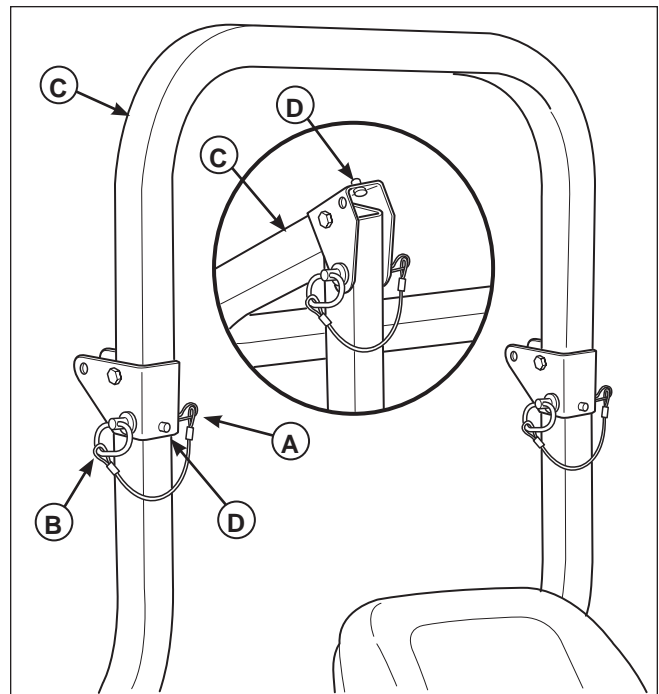

Figure 11. Montée et abaissement de l'arceau de sécurité
1. Sortir les goupilles en épingles à cheveux (A, figure 11) des goupilles de retenue (B).
2. Pousser ou tirer le haut de l'arceau de sécurité (C) vers l'avant contre les butées en caoutchouc (D) et retirer les goupilles de retenue (B).
3. Abaisser l'arceau de sécurité et remonter les goupilles de retenue et les goupilles en épingles à cheveux pour fixer l'arceau de sécurité en position abaissée (voir encadré, figure 11).